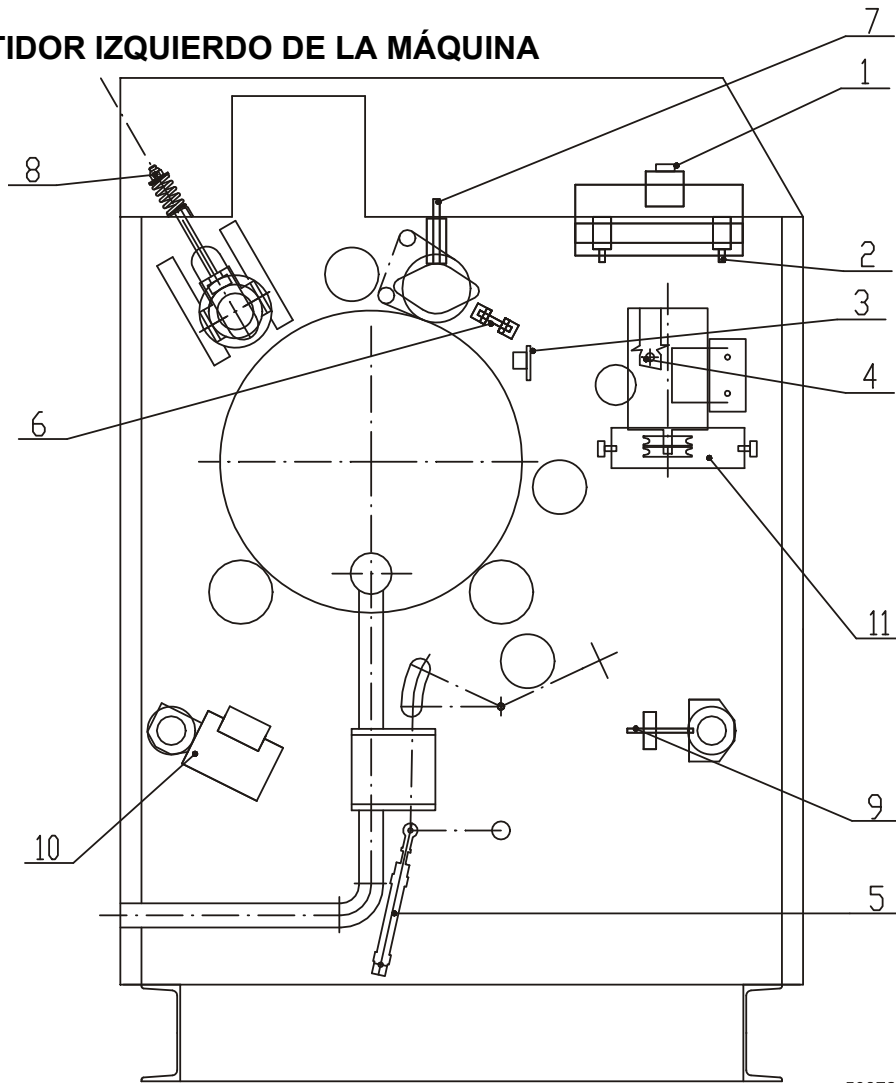

Fig. 5.2.4.A
Lo mínimo, una vez al día, limpie las cubiertas de la propulsión de cepillos. La cantidad del polvo de textil depende del tipo y calidad de ropa. Desarme la cara frontal trasera de la cubierta, Fig. 5.2.4.A, pos. 17 y mediante un extractor de polvo por aspiración extraiga el polvo textil. Las fibras eventuales de la ropa dañada o sin calidad, quítelas mediante un ganchito de alambre.
Correas redondas de la propulsión de cepillos se tienden mediante los tornillos, Fig. 5.2.4.A, pos. 4.
El ajuste de la velocidad de la basculación de los cilindros del asentamiento de repliegues se realiza mediante las válvulas de estrangulación de los cilindros neumáticos, Fig. 5.2.4.A, pos. 11 en los bastidores de la máquina.